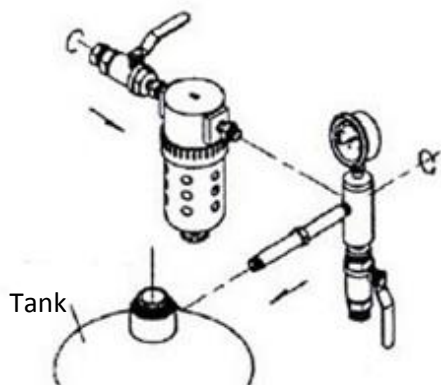

Abbildung 3
3. Legen Sie den Tank (1) so auf den Tisch, dass die vier Klammern nach oben zeigen. Siehe Abbildung 3. Schrauben Sie die Luftfalle (17) und ihre Teile in das Loch an der Seite des Einlassrohrs. Anschließend wird das freie Ende des Verbindungsrohres (13) mit dem Zulaufrohr (14) und dem in der Gewindebohrung seitlich am Einfüllrohr oben am Tank montierten Druckmessgerät (15) verschraubt. Stellen Sie sicher, dass der Zulaufschlauch und das Manometer vertikal sind.